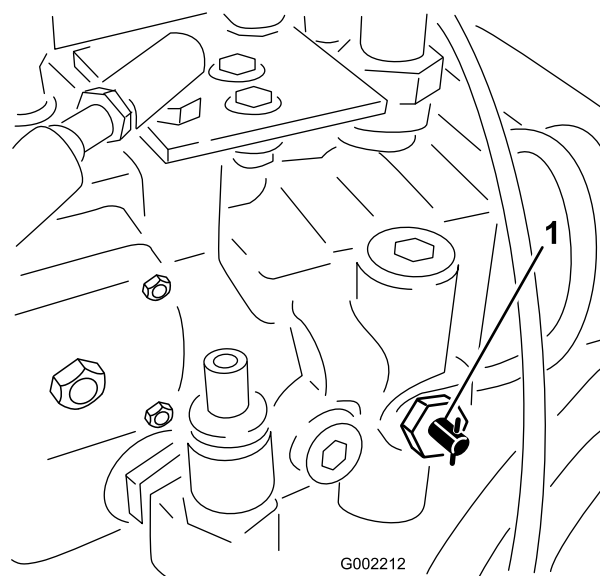

図 52
1. バイパスバルブ 図 52 を左右どちらかに 90° 回転させるとバルブが開く。